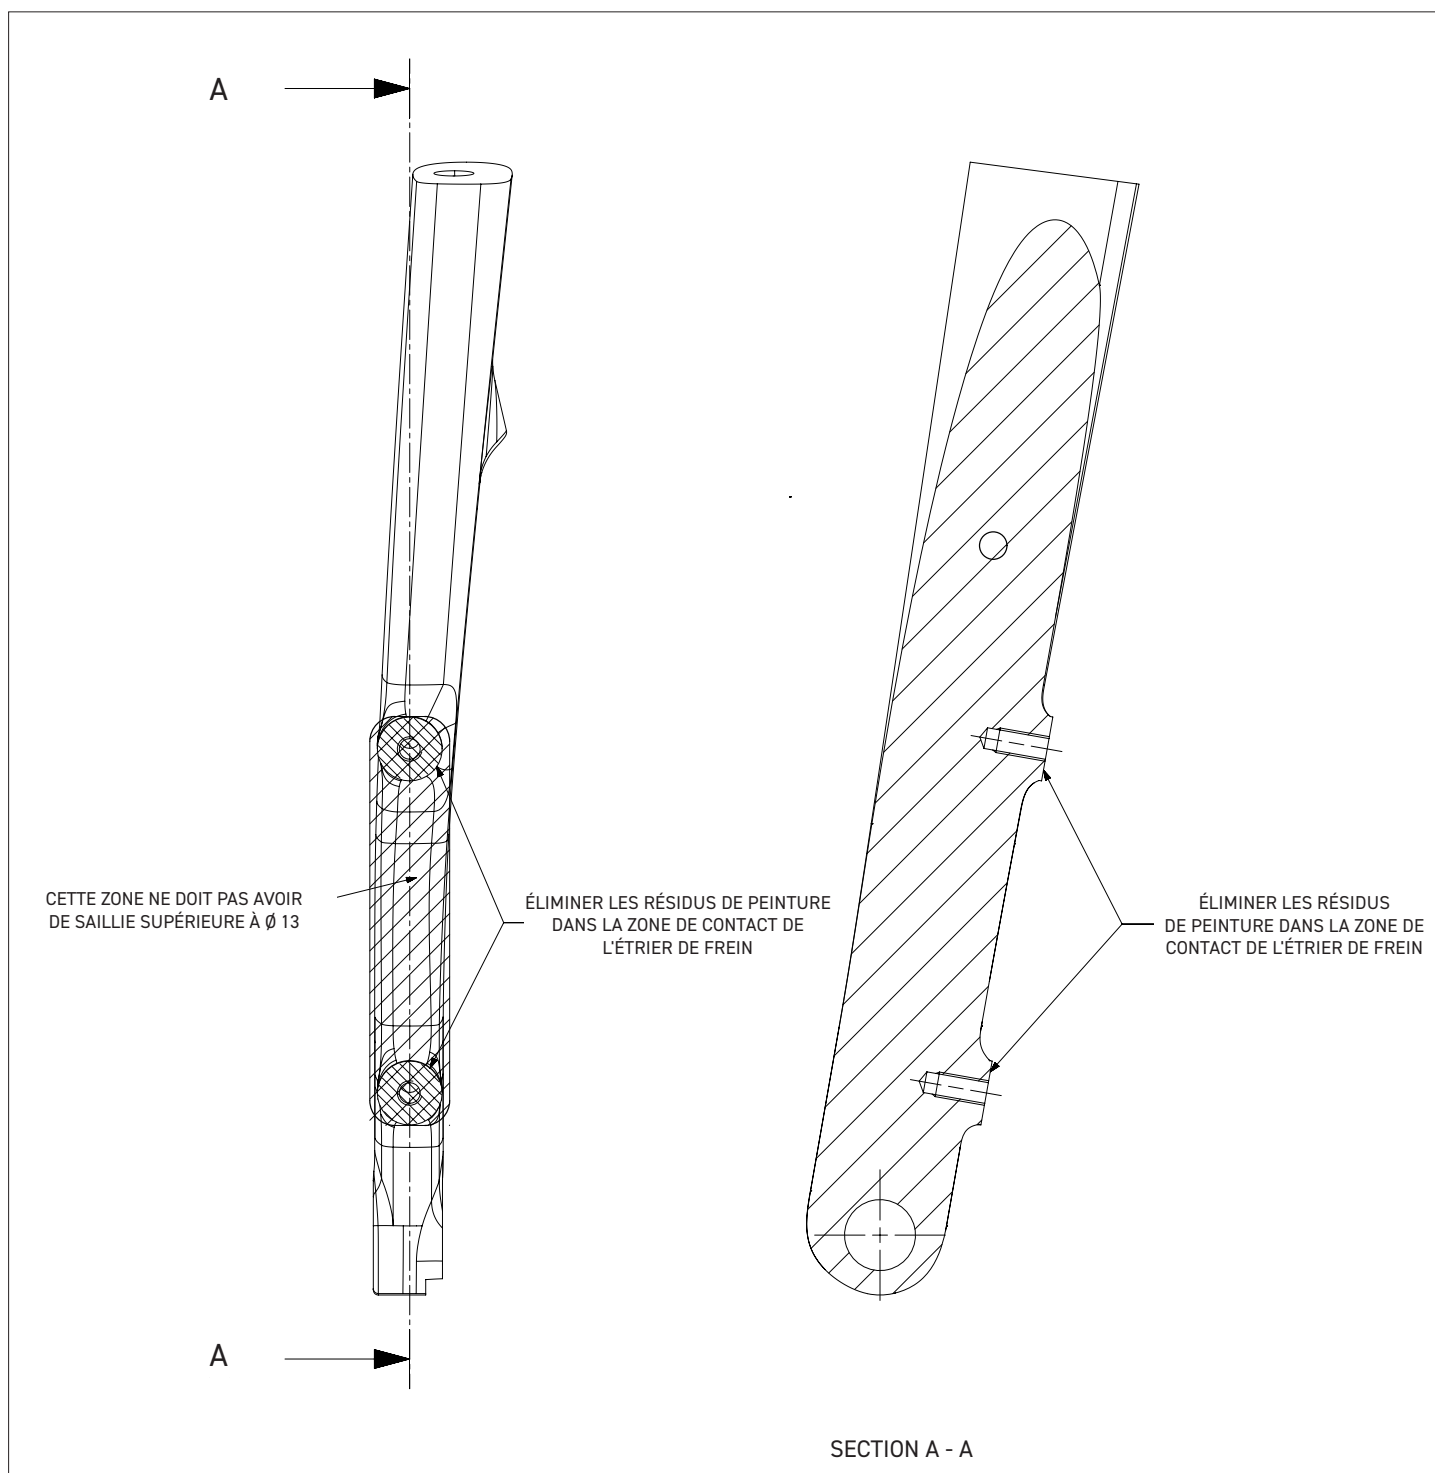
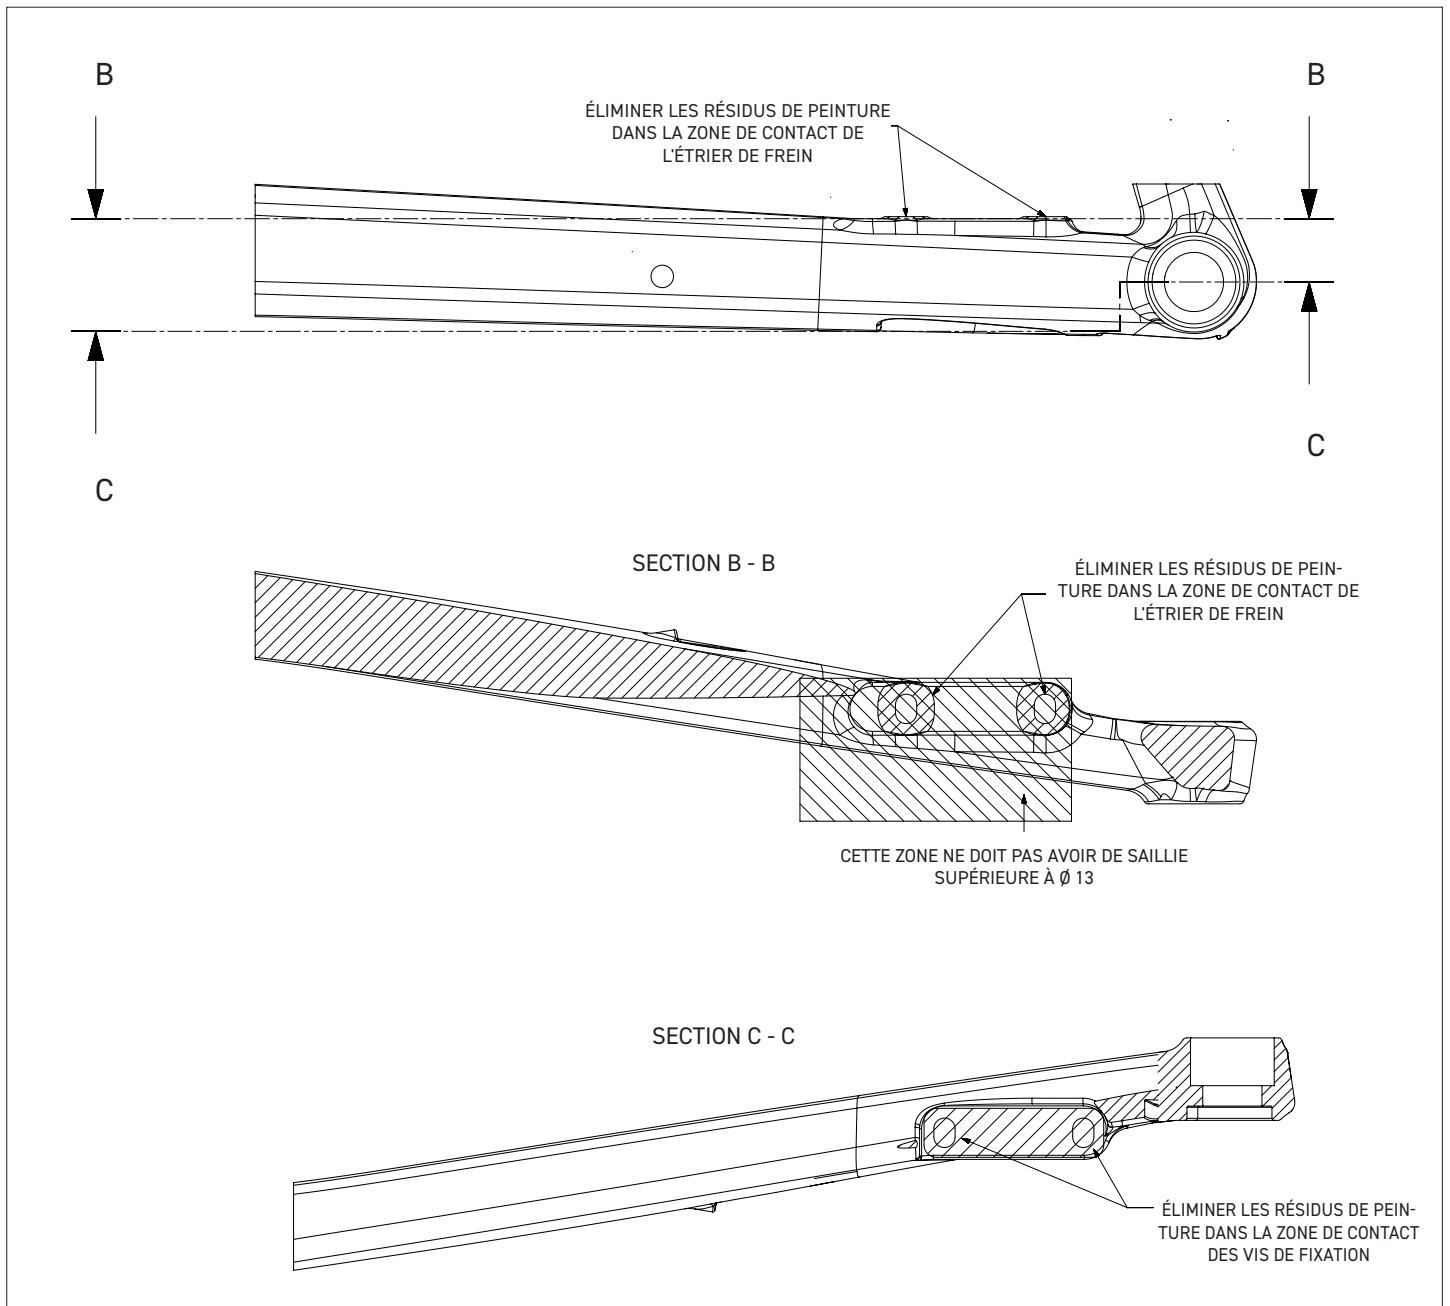

Fig.1
Fig.1.1
- Éliminer toute trace de peinture des zones où les étriers seront installés sur la fourche avant et sur les bases gauche. Éliminer également les traces de peinture dans la partie inférieures des trous des bases où s'appuie la tête des vis de l'étrier arrière (Fig. 1 / Fig. 1.1).